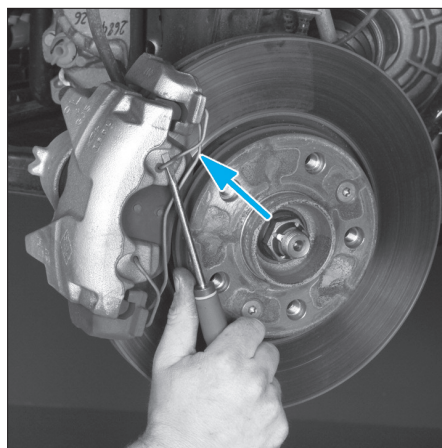

FIG. 1
- Déposer l'agrafe ressort (Fig.1).